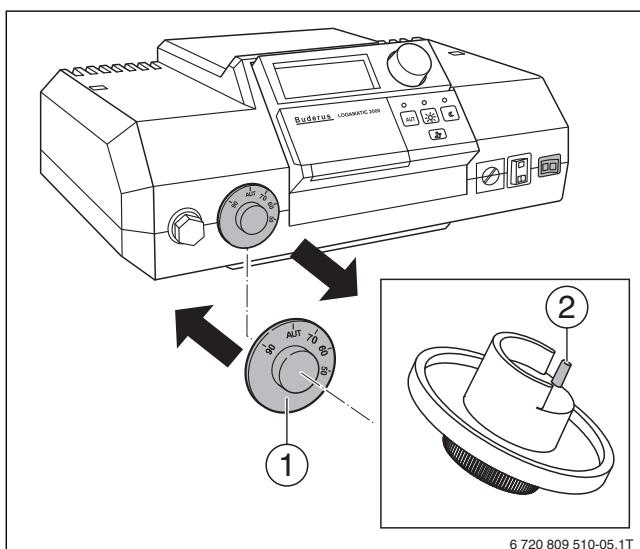

Рис. 19 Замена ручки регулятора температуры котловой воды
- Установите на регулятор температуры котловой воды (\rightarrow рис. 19, [1]) новую ручку со штифтом [2].